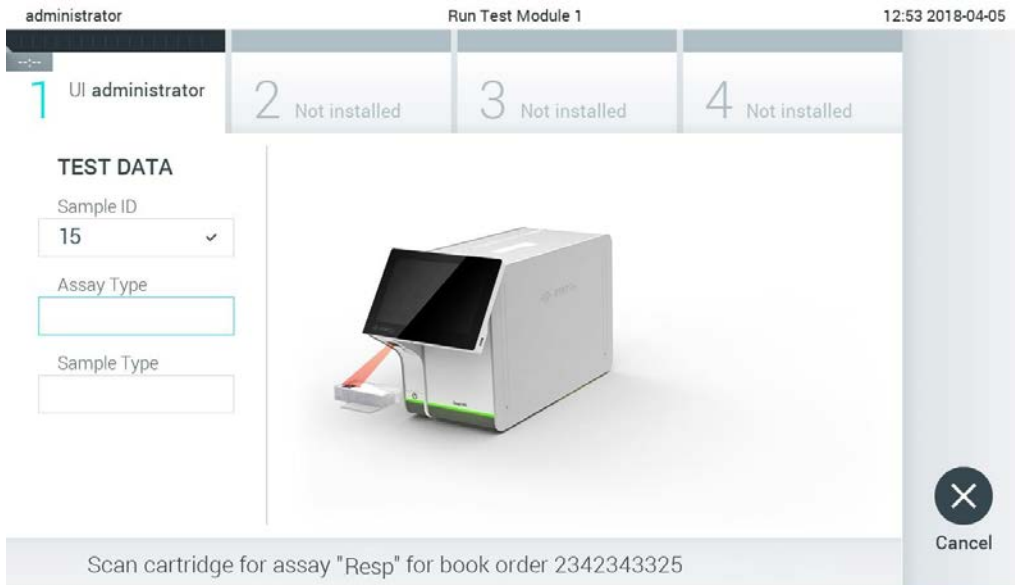

Figure 77. Scan du code-barres de la cartouche de dosage QIAstat-Dx.
4. Lorsque la commande de test a été récupérée depuis l'hôte, le message « Scan cartridge for assay <assay_name> and book order <order_number> » (Scanner la cartouche pour le dosage <assay_name> et la commande <order_number>) s'affiche. Scannez le code-barres de la cartouche de dosage QIAstat-Dx spécifiée (figure 77, en page suivante).